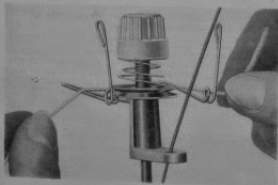

Рис. 18
- Захватив правой рукой конец нити и левой рукой нить на расстоянии 10–15 см, растянутую нить кладут с задней стороны прижимных шайб на проволоку и затем притягивая ее на себя, закладывают нить между шайб (рис. 18). Затем обвивая обеими руками полукруг, закладывают нить в открытые проволочные петли.